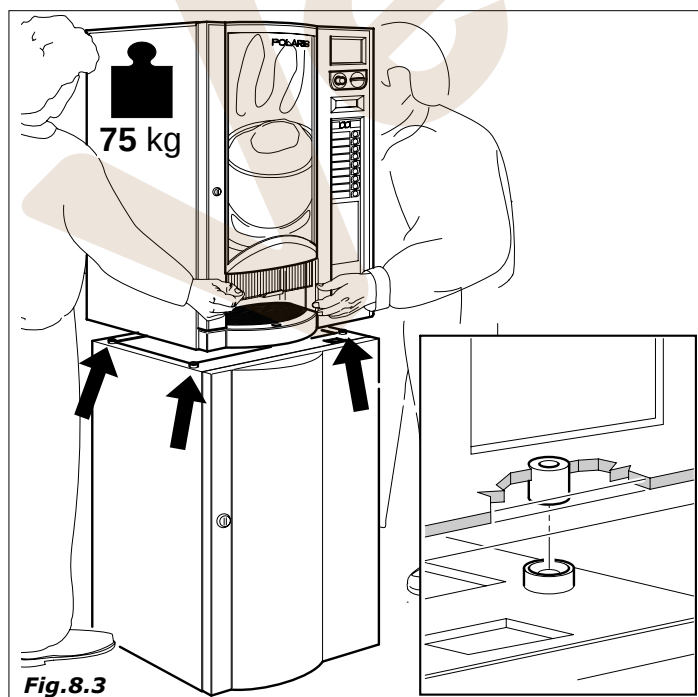

Fig.8.3
- superponer el distribuidor y poner en correspondencia los 4 insertos fileteados con los 4 casquillos de centrado (Fig. 8.3)